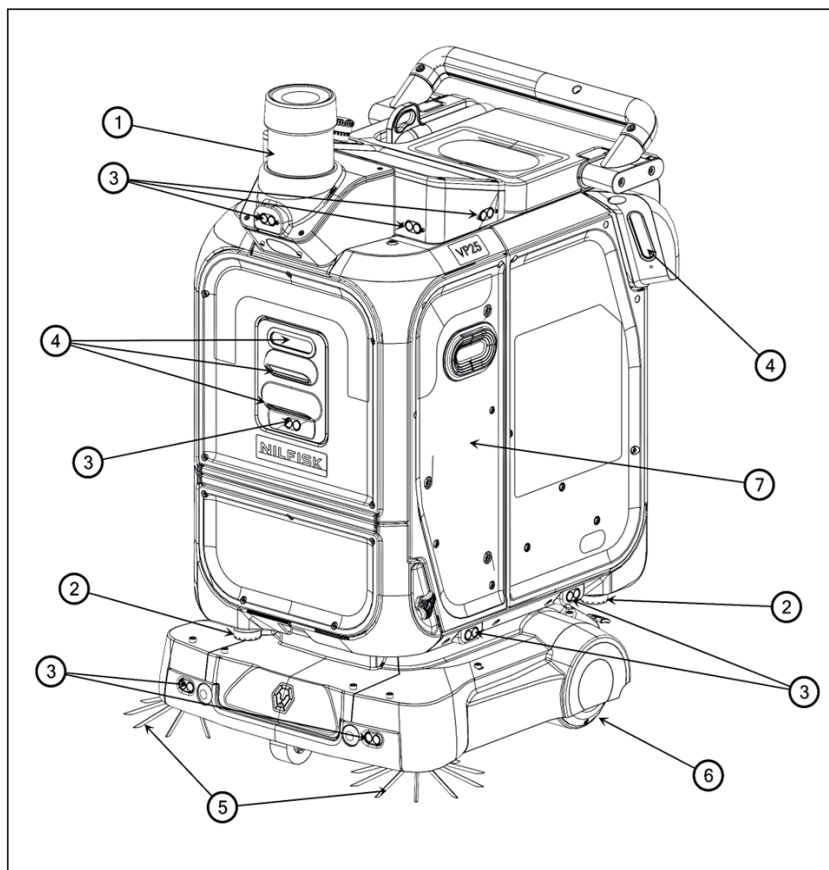

Figure 1
- Des capteurs LiDAR 2D (2) ou un capteur 3D (1) (Fig. 1) selon votre modèle, qui permettent de détecter les obstacles et l'environnement à l'avant, à l'arrière et sur les côtés de la machine.
- Une caméra de profondeur (4) (Fig. 1) qui fournit un nuage de points de profondeur tridimensionnel de la zone devant et sur les côtés de la machine.
- Les capteurs sonar (3) (Fig. 1), situés à l'avant, à l'arrière et sur les côtés de la machine, contribuent à la prévention des collisions et à la détection de présence autour de la machine.